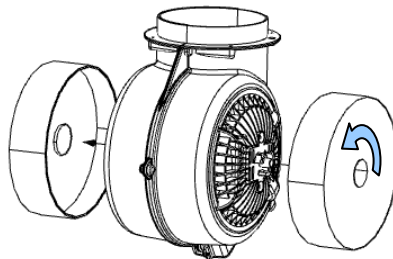

Abb. 10
Tastenbelegung der Fernbedienung (Abb. 10)
6.2.1 Einbauen und tauschen des Aktivkohlefilters (Abb. 10)
- ⤴ Stecken Sie den Aktivkohlefilter auf den Motor und befestigen Sie diesen mit einer Vierteldrehung im Uhrzeigersinn per Bayonettverschluss (Abb. 10).